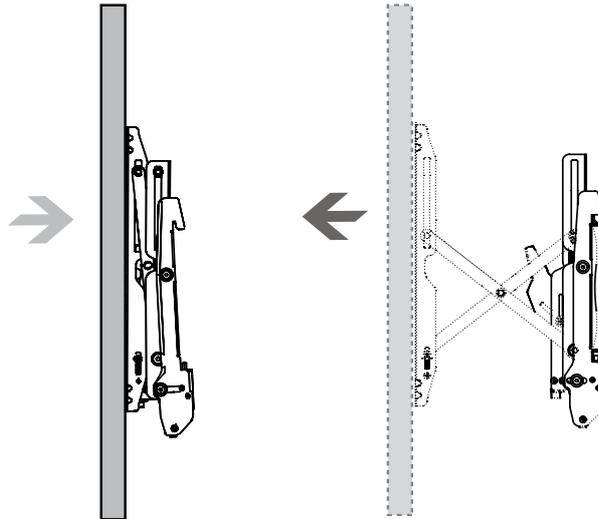

Рис. 6
6. Для оптимальной работы нажимного механизма фиксации следует отступить от краев панели примерно по 1/4 ширины панели и одновременным плавным движением рук легко надавить на панель (Рис. 6).